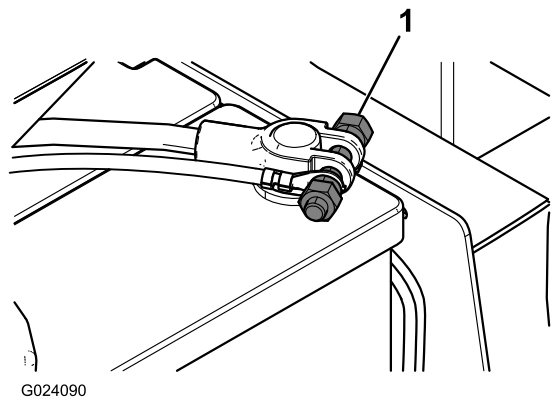

**Figura 17**
5. Instale una abrazadera en J detrás del asiento del operador usando un perno ( $\frac{1}{4}$ " x  $\frac{1}{2}$ "") y una tuerca ( $\frac{1}{4}$ "") (Figura 17).